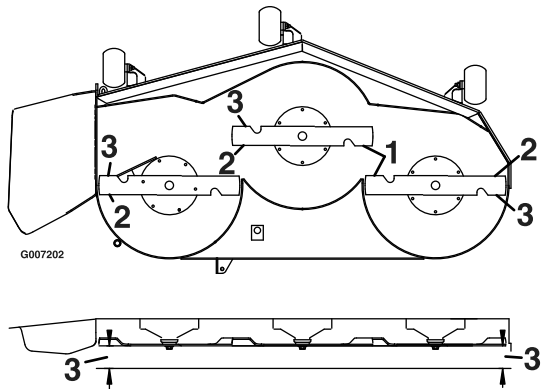

Figura 58
4. Mida entre los bordes de corte exteriores y la superficie plana (Figura 58). Si hay una diferencia de más de 5 mm (3/16 pulg.) entre ambas dimensiones, se requiere un ajuste; vaya al procedimiento Nivelación.